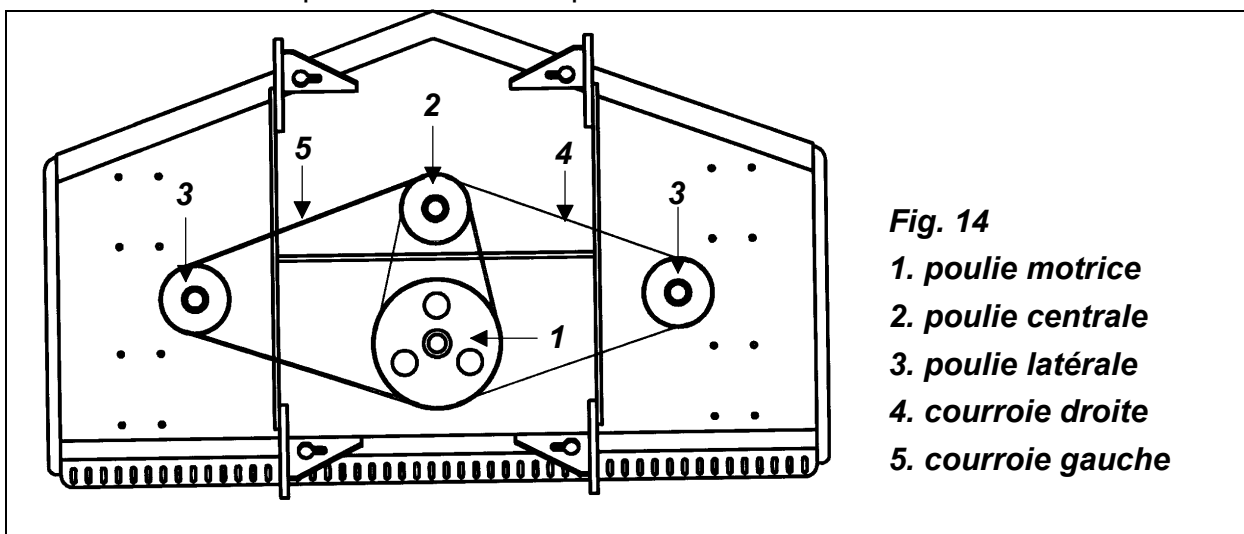

Fig. 14
8. Monter les nouvelles courroies (**voir fig. 14**) en partant de la poulie rotor de gauche et en la reliant avec les gorges inférieures de la poulie motrice et de la poulie du rotor central. Le même procédé est valable pour la seconde courroie à fixer à la poulie rotor de droite, avec les gorges supérieures de la poulie motrice et de la poulie rotor centrale.